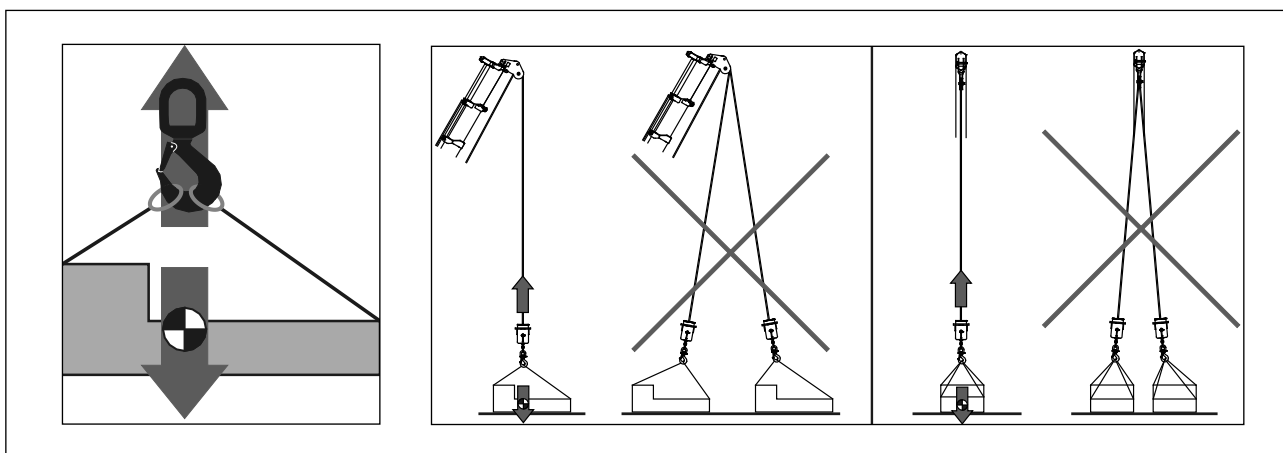

Figura 8. Centro de gravedad de la carga
- Levantar siempre las cargas por la vertical de su centro de gravedad. Ver figura 8.